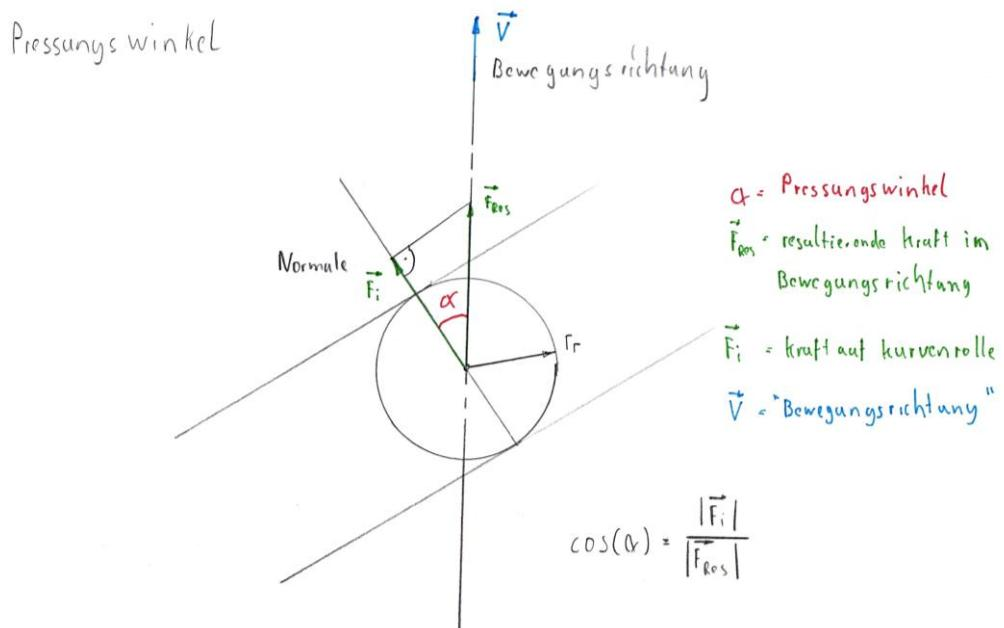

Abbildung 2: Pressungswinkel
- Verbesserung des Pressungswinkel, siehe Abbildung 2 (Konstruktion)